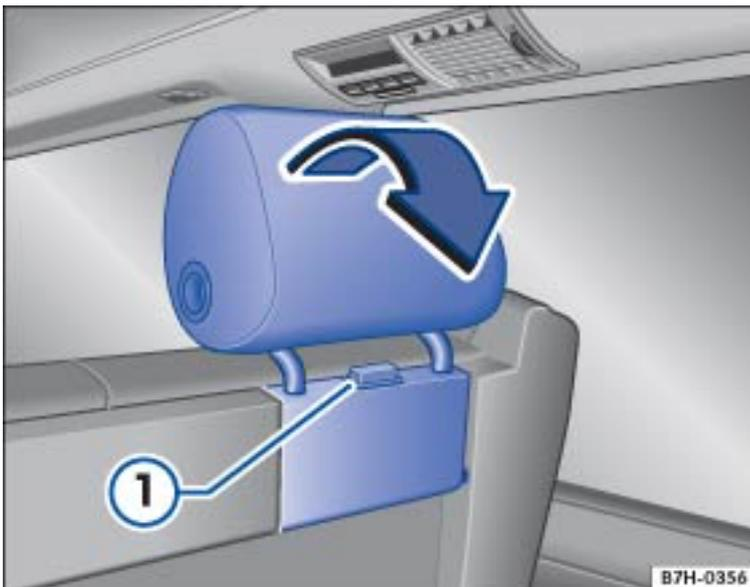

Fig. 12 Rabattement de l'appuie-tête de la banquette-couchette
- Appuyez sur la touche ⇒ Fig. 12 ①, puis rabattez l'appuie-tête vers l'arrière dans le sens de la flèche.